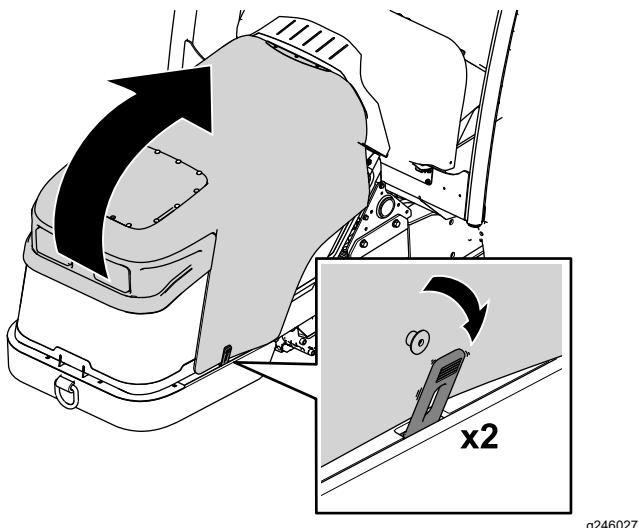

Рисунок 70
1. Отсоедините фиксаторы с каждой стороны машины (Рисунок 70).
2. Поднимите капот (Рисунок 70).